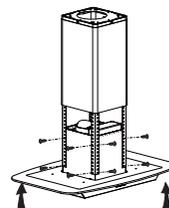

Bild.7
- Håll upp spiskåpan och använd 16 st M4*10 stora planhuvade skruvar för att ansluta kåpan till vinkeljärnet, se bild 7.